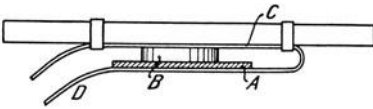

Fig. 187.
p) Klemme ein Stück Pappe A (Fig. 187) in den Retortenhalter ein, lege die Bussole B darauf und drehe sie in die richtige Stellung. Schalte den Widerstand wieder ein, halte das gerade Drahtstück C im magnetischen Meridian wagerecht darüber, schließe den